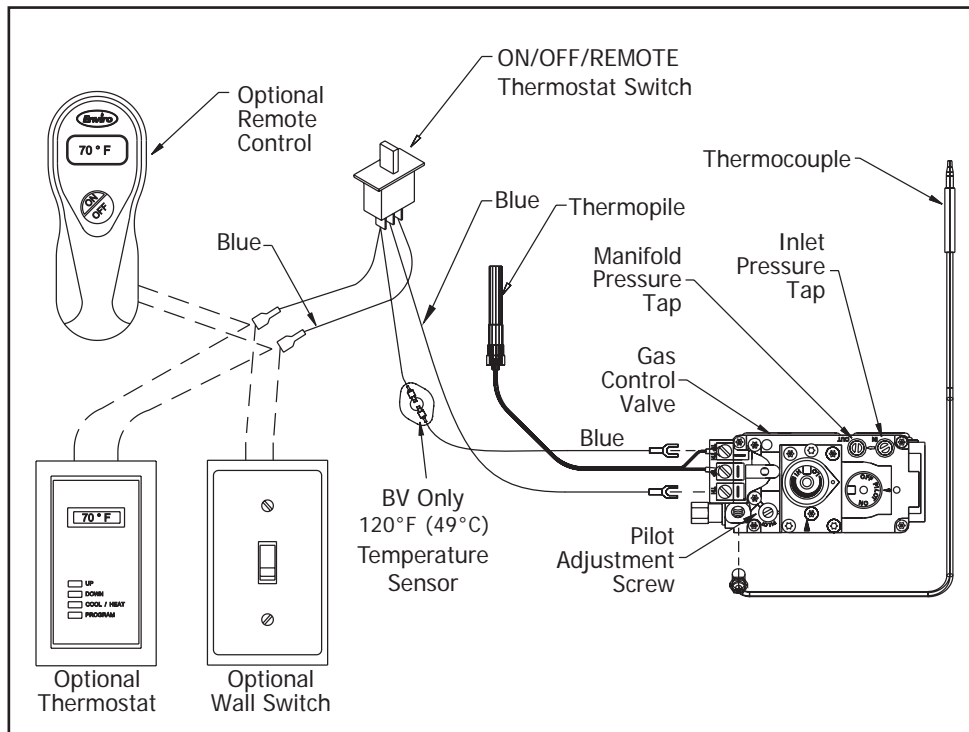

Figure 32: Câblage Accessoire
Le Q2L provient de la fabrication d'un interrupteur marche / arrêt monté sur le panneau de commande. Si vous souhaitez installer un interrupteur mural ou un thermostat puis utiliser le diagramme pour vous aider lors du câblage de l'accessoire dans l'unité. Débranchez la connexion derrière l'interrupteur dans le panneau de contrôle comme robinet dans les deux (2) bornes comme indiqué sur la figure 32